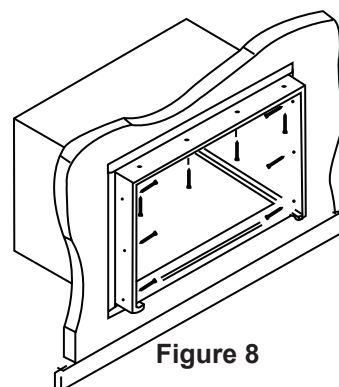

Figure 8
5. Vissez ou clouez le cadre en bois de l'armoire en utilisant des cales si le cadre est surdimensionné, afin d'éliminer les distorsions. Voir Figure 8. N'oubliez pas de maintenir une inclinaison correcte comme décrit à l'étape 3.